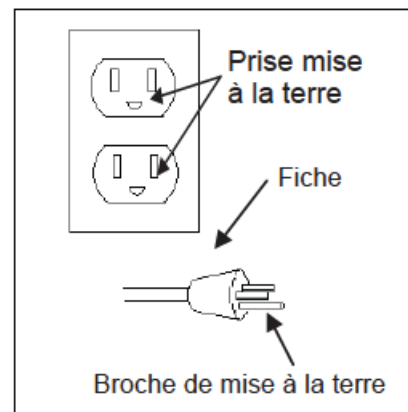

Figure 1
- J. CORDON D'ALIMENTATION :** Cet appareil doit être utilisé sur un circuit d'une tension nominale de 120 volts et mis à la terre. Vous devez employer un cordon d'alimentation muni d'une fiche de mise à la terre (semblable à celui qui figure sur l'illustration). Assurez-vous de brancher le compresseur sur une prise ayant les mêmes caractéristiques que la fiche (voir la figure 1). N'utilisez pas d'adaptateur pour brancher le compresseur.